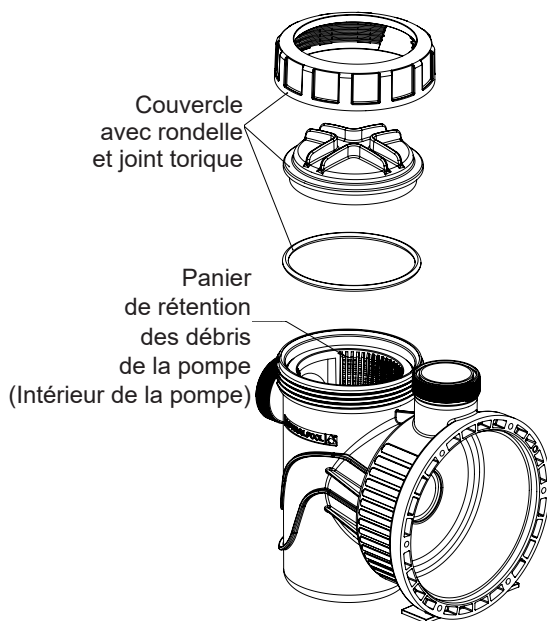

FIGURE 5 - VUE ÉCLATÉE DE L'ASSEMBLAGE DU COUVERCLE
- La section à basse tension dispose de deux ports filetés de dérivation de 1/2" NPT (voir la figure 5).